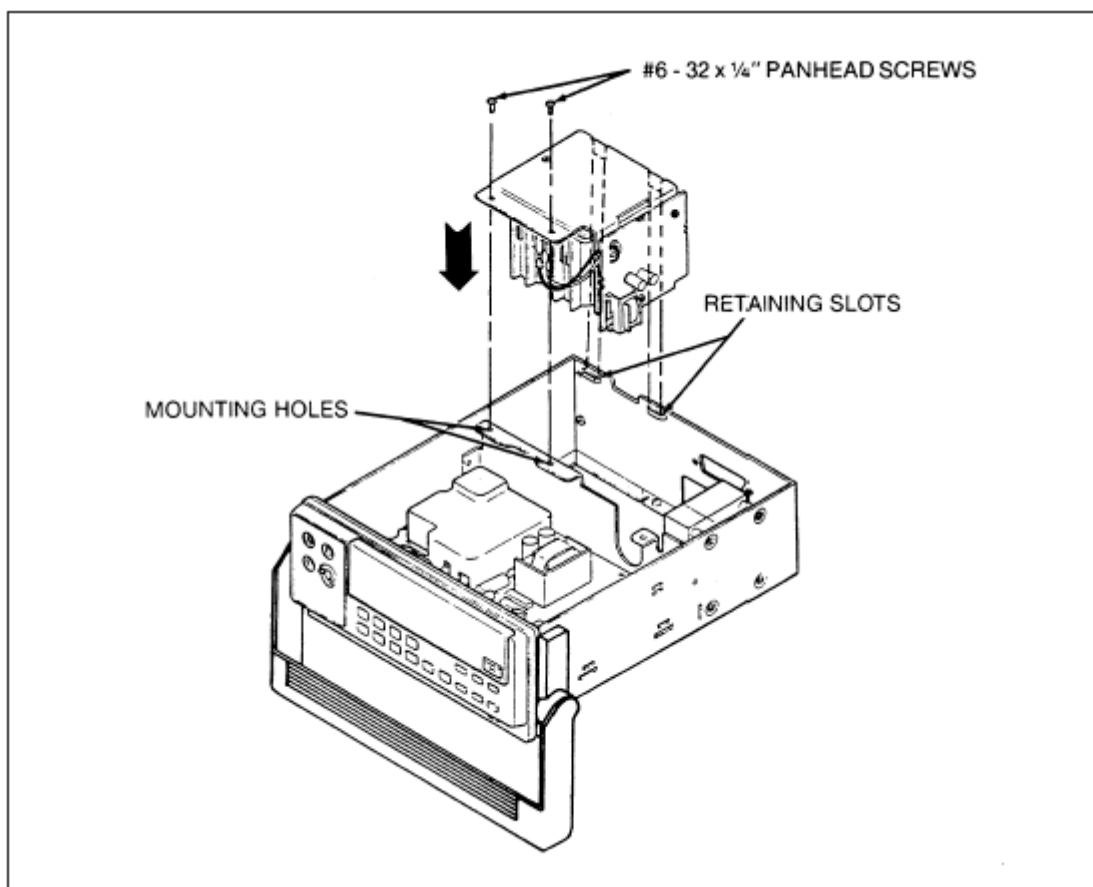

图 7-3 安装电池
3. 从主 PCA 上找到电池选件的白色扁平电缆（如图 7-3），用尖嘴钳将其从连接器处分开。
5. 将白色的扁平电缆连接到电池选件的电路板上（如图 7-3），安装时将电缆中蓝色导线的一边朝向数表的背板（后面板），将电缆末端与塑料插座相连，稍微用力使其完全连接。